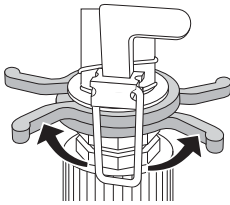

Abb. 6
- ♦ Erhöhen Sie den Abstand der zwei Begrenzungs-Clips **4**, um die Streuung des Wasserstrahls zu erhöhen (siehe Abb. 6).